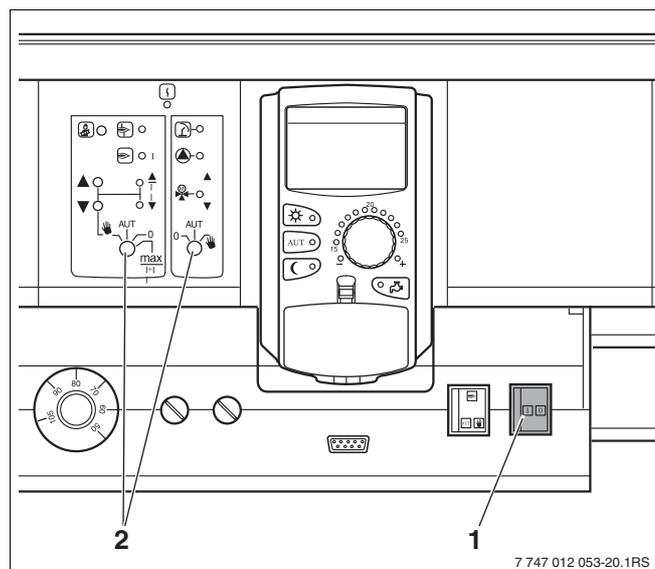

Рис. 8 Пусковой выключатель
- Проверьте, находятся ли пусковой выключатель системы управления (→ рис. 8, [1]) и переключатели модулей (→ рис. 8, [2]) в положении "0" и "AUT" (АВТ).
- Включите систему управления, для чего переведите пусковой выключатель в положение "I" (→ рис. 8, [1]).
- Выключите систему управления, для чего переведите пусковой выключатель в положение "0" (→ рис. 8, [1]).